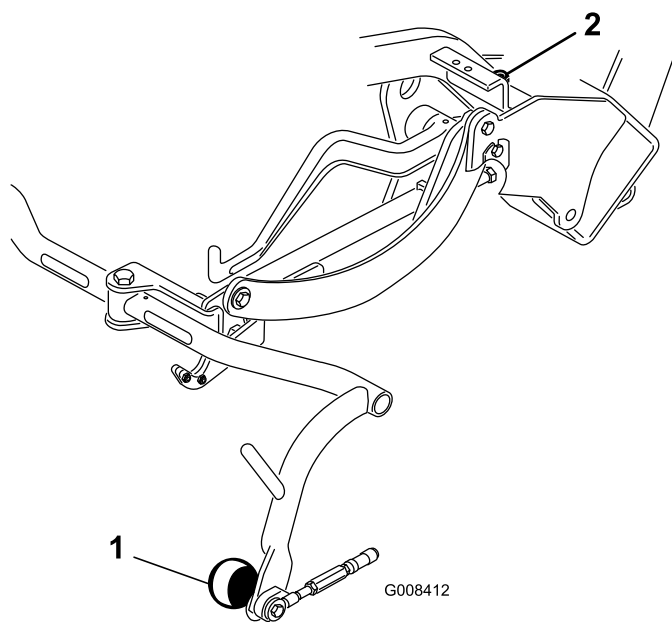

Рисунок 9
- Если нужна регулировка зазора, ослабьте зажимную гайку на упорном винте несущей рамы (Рисунок 9) и поворачивайте винт вверх или вниз для подъема или опускания несущей рамы. Затяните зажимную гайку для фиксации выполненной регулировки.